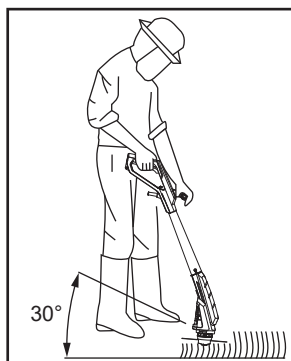

Fig. 8
4. Mantenha a cabeça do aparador (10) a poucos centímetros do solo, num ângulo de aproximadamente 30° (Fig. 8).